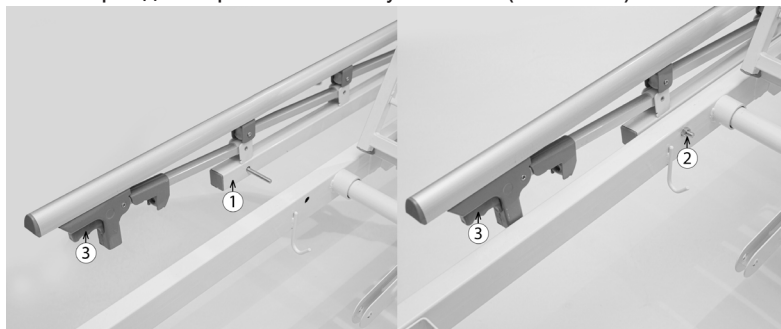

Рис. 8 Схема установки боковых ограждений
13. Закрепите боковое ограждение (1) болтом M8x70 и гайкой M8 (2) (см. Рис. 8).
14. Сориентируйте ограждения так, чтобы кнопки (3) освобождения фиксаторов боковых ограждений располагались у изножья (см. Рис. 8)